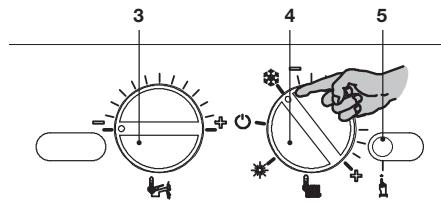
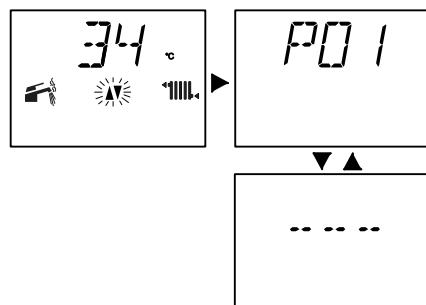
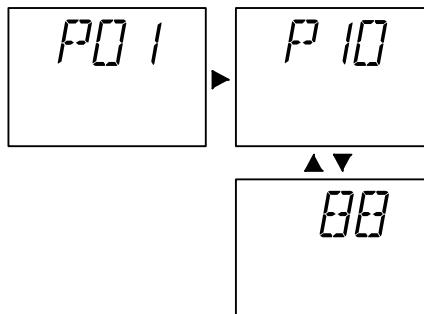
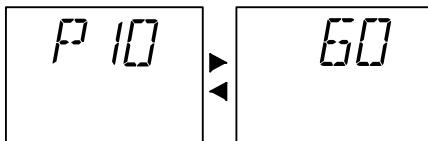

Рисунок 5.53
Рисунок 5.55
Рисунок 5.56
Рисунок 5.58
- Установите регуляторы 3 и 4 так, как показано на рисунке (см. Рисунок 5.53).
- Чтобы настроить частоту повторного включения котла, войдите в режим программирования, нажав и удерживая в течение 15 с кнопку сброса 5, Рисунок 5.53, пока на ЖК-дисплее не появится параметр P01. На ЖК-дисплее последовательно отобразятся следующие символы (параметр P01 будет загораться поочередно с ---) (см. Рисунок 5.55).
- Нажмите кнопку сброса 5 (Рисунок 5.53) и пролистайте параметры до P10, предназначенногодля настройки частоты повторного включения котла. На ЖК-дисплее последовательно отобразятся следующие символы (параметр P10 будет загораться поочередно с цифрой 88) (см. Рисунок 5.56).
- Чтобы изменить настройку, поверните регулятор 3 (Рисунок 5.53) и установите его на выбранное время (см. Рисунок 5.57: регулятор установлен на повторное включение через каждые три минуты).
Шаг настройки регулятора 3 (Рисунок 5.53) соответствует отображаемому на ЖК-дисплее значению 44 (90 секунд). Это значение можно установить на максимум 255 (81/2 минуты). На ЖК-дисплее при этом будут поочередно загораться Р10 и 60. (см. Рисунок 5.58)